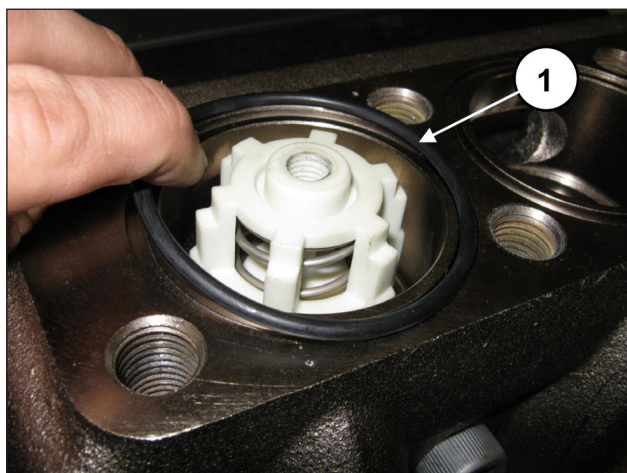

Fig. 164
Poser le joint torique frontal sur les soupapes de refoulement (rep. ①, Fig. 164).